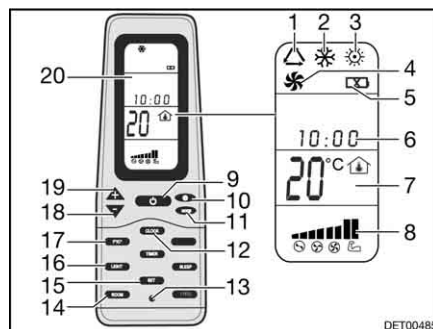

Bild 123 Fernbedienung
- Die Taste ON/OFF (Bild 123,9) drücken.
- Die Taste "Mode" (Bild 123,11) so oft drücken, bis die gewünschte Betriebsart (Bild 123,1, 2, 3 oder 4) auf dem Display (Bild 123,20) angezeigt wird.
- Mit den Tasten "+" (Bild 123,19) und "-" (Bild 123,18) die gewünschte Temperatur einstellen.
- Mit der Taste Lüftergeschwindigkeit (Bild 123,10) die gewünschte Lüfterstufe wählen.